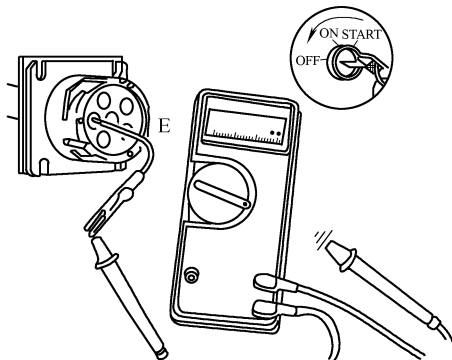

图 5-51 测量触针 E 与机体间的电阻
③ 测量 6 针插头触针 E 与机体间的电阻(图 5-51), 应小于 10Ω , 即显示闭路。如果电路不是闭路, 应维修或更换 OEM 线束。